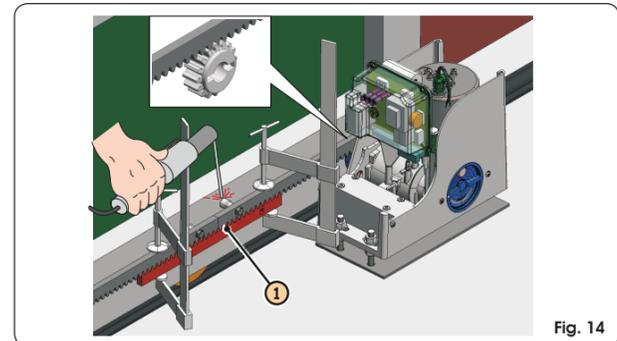

Fig. 14
- 5 Acerque otro elemento de cremallera al precedente utilizando, para sincronizar la dentadura de los dos elementos, un trozo de cremallera como se indica en la Fig.14 ref. 1.
- Acerque otro elemento de cremallera al precedente utilizando, para sincronizar la dentadura de los dos elementos, un trozo de cremallera como se indica en la Fig. 14 ref 1).